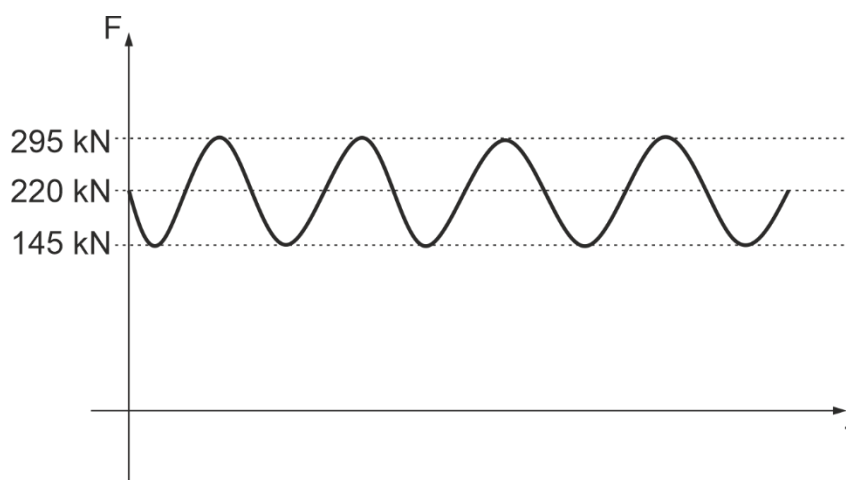

Bild 1.2: Zeitlicher Verlauf Zugkraft F während des Helikopterflugs.
Während eines Helikopterfluges stellt sich der zeitliche Verlauf der Zugkraft F entsprechend Bild 1.2 dar.
- f) Berechnen Sie die ertragbare Spannungsamplitude σ_A für eine Belastung entsprechend Bild 1.2. Wie hoch ist die Sicherheit gegen Dauerbruch S_D an der Stelle P für den zeitlichen Kraftverlauf entsprechend Bild 1.2? **(5,5 P.)**